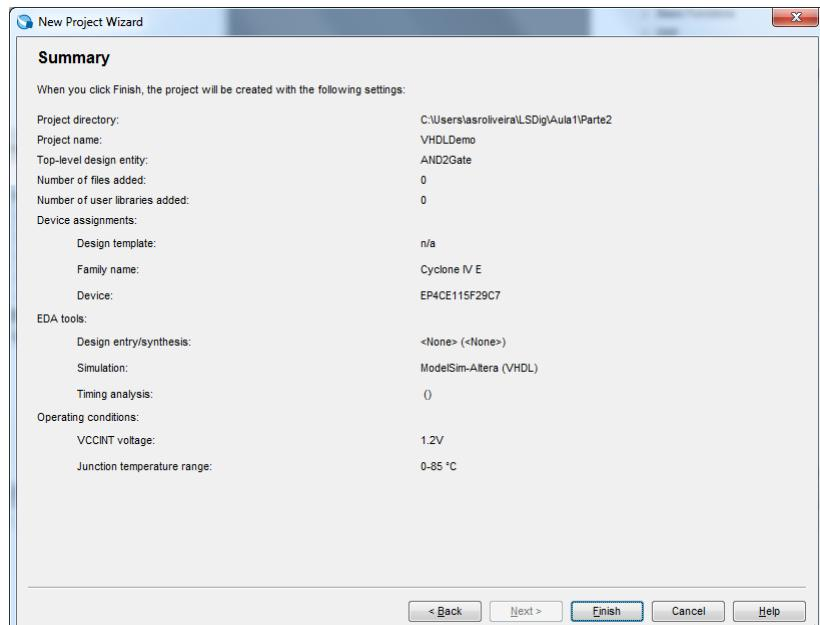

Figura 31 – Sumário final da criação do projeto.
- 1.** Crie para a FPGA do *kit DE2-115 (Cyclone IV EP4CE115F29C7)* um novo projeto, seguindo os mesmos passos do ponto 1 da parte I deste guião. Considere a informação de identificação do projeto apresentada na Figura 30. O sumário da descrição do projeto deve ser semelhante ao da Figura 31.